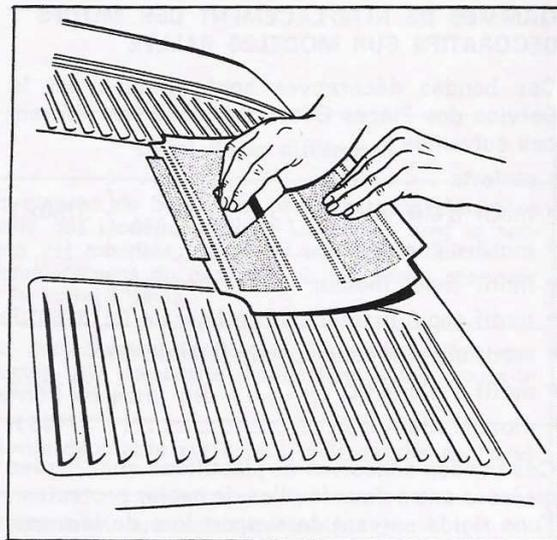

Fig. 5
- Replacer en position définitive et à l'aide de la raclette lisser de haut en bas afin d'éliminer les bulles d'air et obtenir une bonne adhérence (fig. 5).